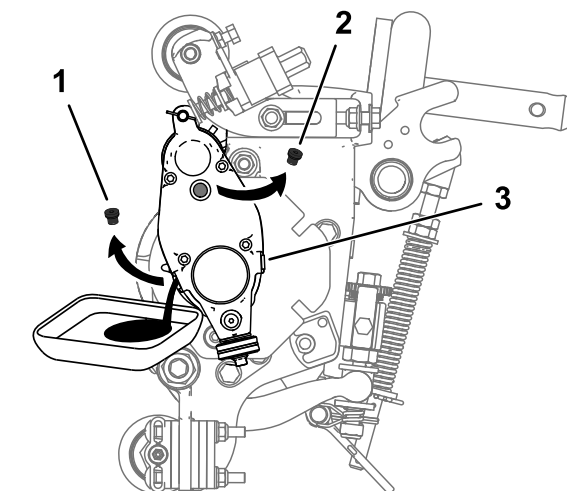

図 26
5. オイルが完全に抜けるように排出口が一番下になるようにカuttingユニットを後ろに傾けてキックスタンドで支える 図 26。